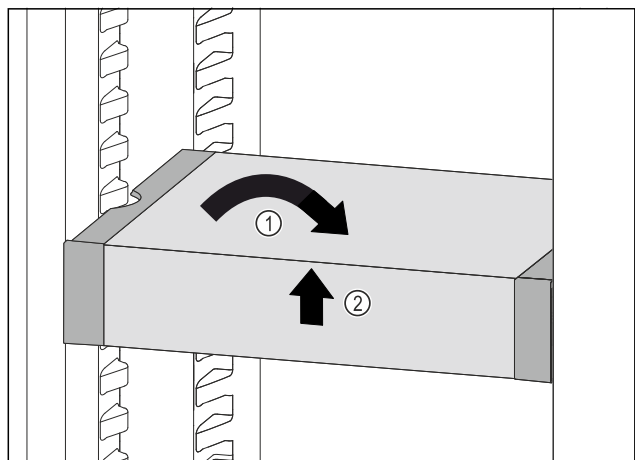

Fig. 79
- ▶ Aseta VarioSafe suoraan. Fig. 79 (1)
- ▶ Nosta VarioSafe-vetolaatikkoa edestä. Fig. 79 (2)